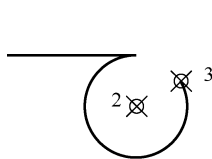

图 5-46 圆弧中心
③ “圆心(CE)”选项：指定弧线段的圆心。如图 5-46 所示，指定圆心点 2 后，再指定圆弧的端点 3 绘制弧线段。